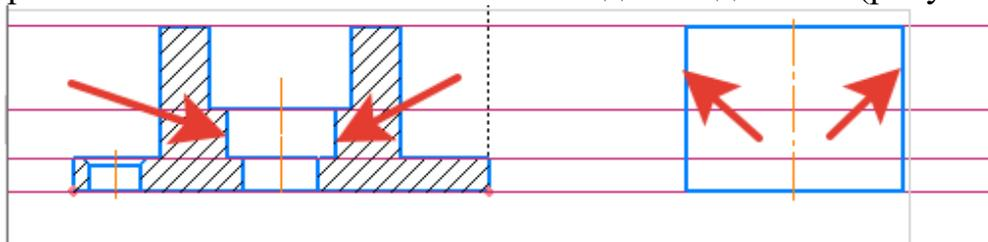

Рисунок 53.
16. На инструментальной панели *Обозначения* -  *Автоосевая*. Проставить центральные осевые линии на главном виде и виде слева (рисунок 53).